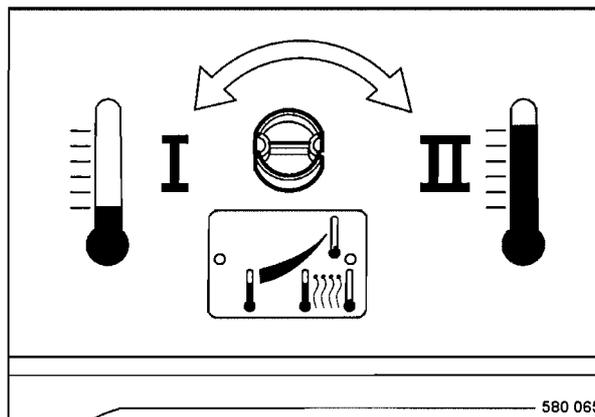

Fig. 100
- Colocar la llave para la calefacción de la cabina (Fig. 100) en "caliente".